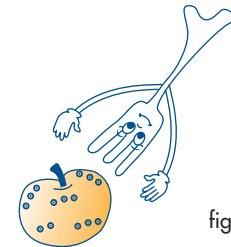

fig. 9
- 4) **Etenswaren met een vel, schil of schaal (bijvoorbeeld: appels, aardappelen, tomaten, worst, vis) dienen met een vork ingeprikt te worden op meerdere plaatsen, zodat de damp kan ontsnappen en het vel of de schil niet openbarst (fig.9).**